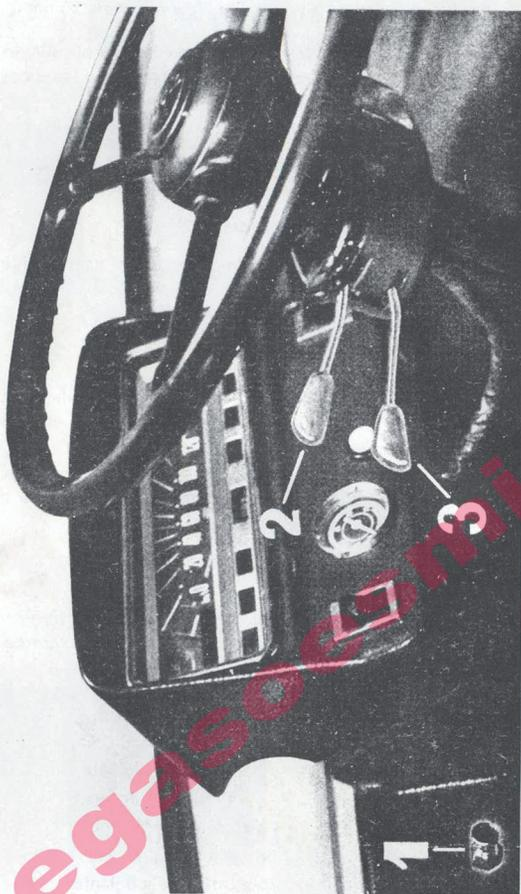

Fig. 6. Lateral izquierdo del tablero.
### Conmutador de luces de situación, cruce y carretera (3, fig. 6).
**Pulsador de lavaparabrisas** (1, fig. 6).
**Mando de luces de dirección** (2, fig. 6).